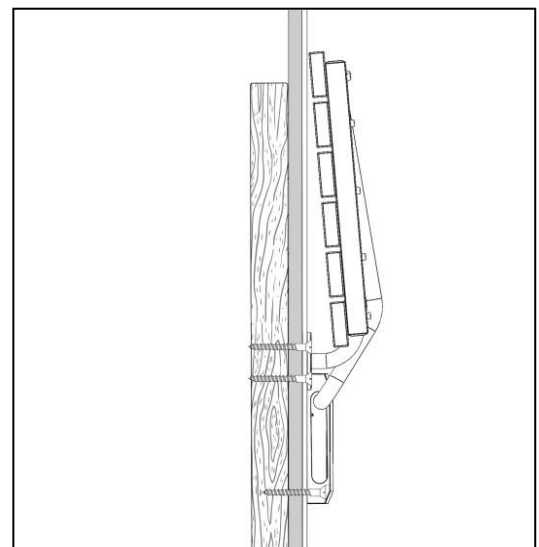

Figure 2
3. Maintenez le siège au mur en position repliée (vers le haut) (consultez la Fig. 2), alignez les fixations aux trous et vissez **les fixations de montage (N° 03)** de gauche et de droite avec les **6 vis ST5x70mm (N° 06)**